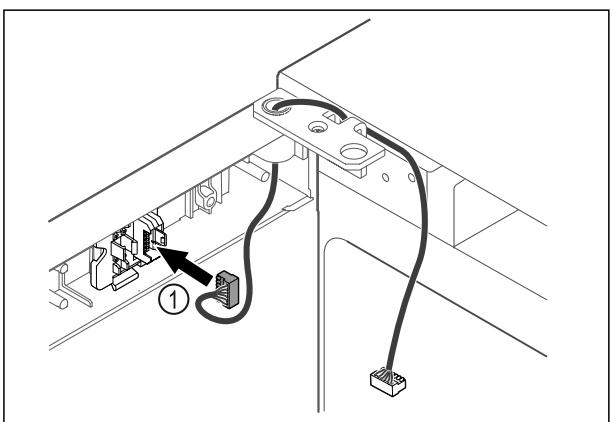

Fig. 49
- Вставити штекер Fig. 49 (1) в кріплення штекера.